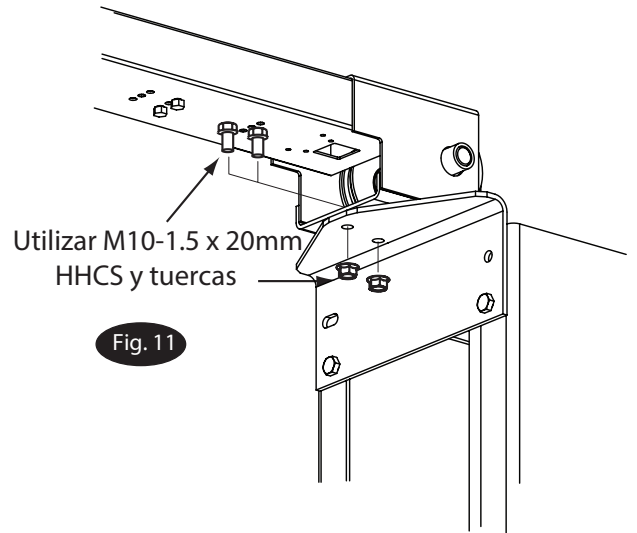

Fig. 11
**11. Instalación del travesaño:** Instalar el conjunto del travesaño al soporte de montaje con (2) HHCS M10-1,5 x 20mm y (2) tuercas embridadas M10-1,5 (Fig. 11). Apretar los pernos en el centro del conjunto del travesaño.